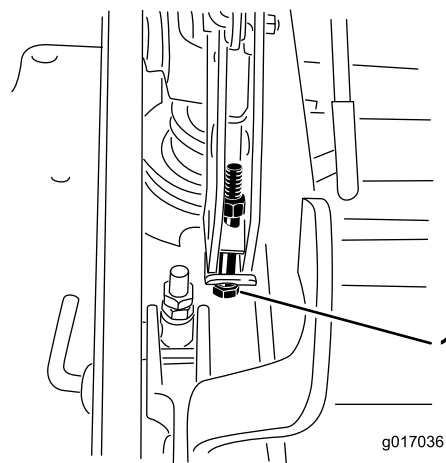

Figure 117
12. Si le plateau est trop bas, serrez le boulon de réglage monopoint dans le sens horaire. Si le plateau est trop haut, desserrez le boulon de réglage monopoint dans le sens antihoraire (Figure 117).